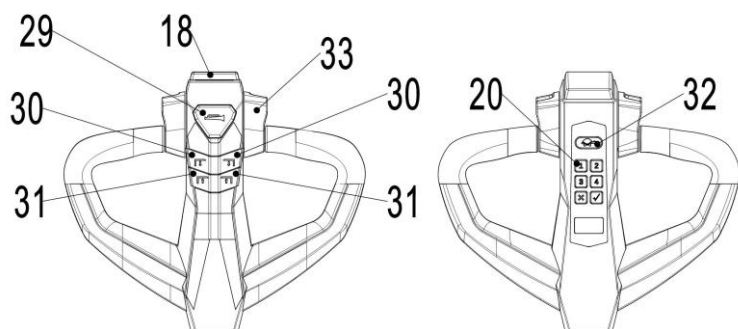
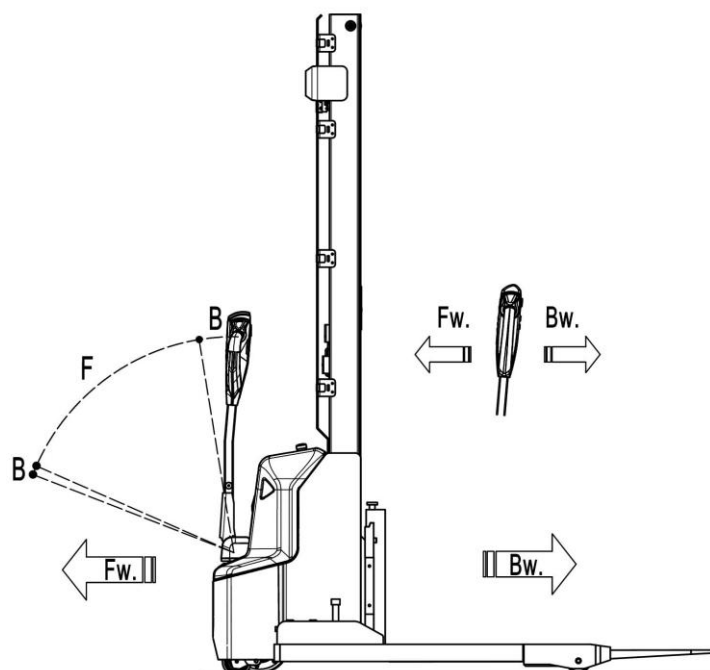

Рис. 7: Рукоятка управления
Рис. 11: Направления движения
Нажмите кнопку подачи звукового сигнала (рис. 7, поз. 29) для проверки работы предупреждающего сигнала.
Подведите штабелер с опущенными вилами под поддон полностью. Нажмите и удерживайте кнопку подъема (рис. 7, поз. 30) пока не достигните желаемой высоты подъема.
Если вилы штабелера находятся в стеллажном пространстве, необходимо осторожно отъехать от стеллажа с или без паллета. Во время движения необходимо удостовериться, что вилы не задевают стеллаж. Нажать и удерживать кнопку снижения (рис. 7, поз. 31). Опускать груз, пока вилы не освободятся от паллета, затем аккуратно отъехать от груза.
После того, как введен ПИН-код или использована карточка доступа, и аварийная кнопка вытянута, переведите ручку управления в рабочее положение («F», рис. 11).
Отклоните маховики управления в нужном направлении «вперед» («Fw», рис. 11) или «назад» («Bw», рис. 11).
Контролируйте скорость передвижения при помощи маховиков (рис. 7, поз. 33) для достижения требуемой скорости.
На штабелере имеется кнопка замедленного ("черепашьего") хода для передвижения с пониженной скоростью. Нажмите кнопку замедленного хода (рис. 7, поз. 32) один раз, чтобы включить режим, поверните акселератор для движения на медленной скорости, и нажмите кнопку замедленного хода повторно, чтобы восстановить исходное состояние.
Нажмите кнопку замедленного хода (рис. 7, поз. 32) и удерживайте ее в течение 2 секунд, чтобы активировать функцию движения с ручкой управления, расположенной в вертикальном положении, при работе в ограниченном пространстве. Функция активна только при нажатой кнопке замедленного хода (для снижения скорости); отпускание кнопки замедленного хода приведет к немедленной остановке. Задействование маховиков управления в течение промежутка времени менее двух секунд после нажатия кнопки замедленного хода не приведет к активации функции, цикл активации необходимо повторить с самого начала. Маховики управления должны оставаться в нейтральном положении до истечения двух секунд.
- Переключение маховиков управления (рис. 7, поз. 33) обратно в начальное положение или освобождение маховиков активирует систему торможения. Штабелер тормозит до полной остановки.
- При переключении маховиков управления (рис. 7, поз. 33) из положения «движение в одном направлении» в положение «движение в противоположном направлении», штабелер постепенно тормозит, пока не начнет движение в противоположном направлении.
- Штабелер тормозит, если ручку управления перевести в верхнее или нижнее положение к точкам торможения («В», рис. 11). При отпуске рукоятки управления автоматически возвращается в верхнее положение к точке торможения («В», рис. 11). Штабелер будет тормозить, пока не остановится.
- Кнопка противоотката (безопасности) (рис. 7, поз. 18) защищает оператора от получения повреждений и травм. Если эта кнопка включена, штабелер тормозит и начинает движение в противоположном направлении («Вw», рис. 11) на небольшое расстояние и останавливается. Необходимо помнить, что эта кнопка действует, даже если штабелер не едет, но ручка управления находится в рабочем положении.